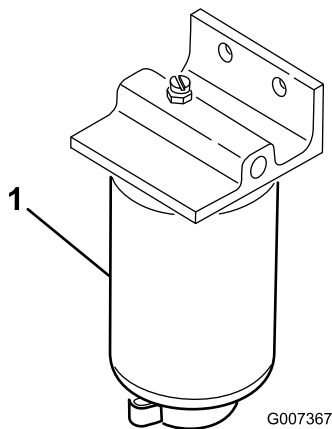

Figura 35
3. Abra el tapón de vaciado del filtro de combustible aproximadamente una vuelta y drene cualquier agua acumulada (Figura 35).